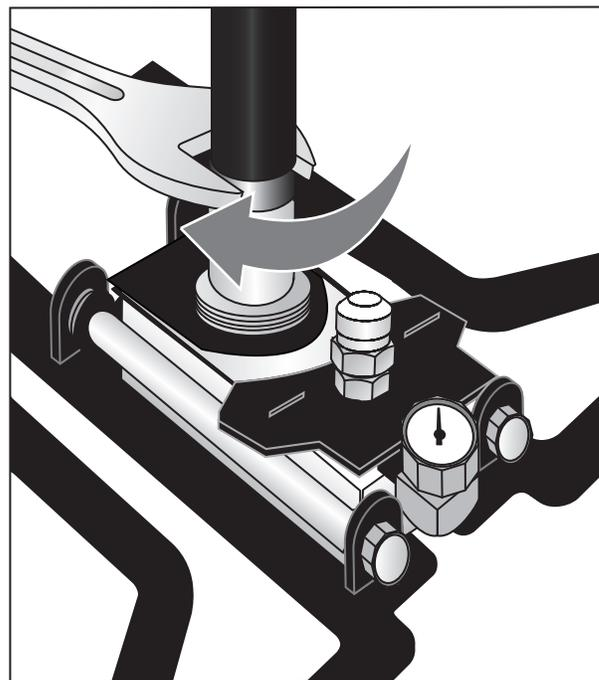

図 2. 外側エンド・キャップを緩める
5. 30 mm レンチを使用して真鍮製の本体の外部エンドキャップを緩め、ポンプ・シャフトを抜き取ります。図 2 を参照してください。
6. 24 mm レンチで下側ナット (18) を押さえながら、その上にあるボールリテナー・ナット (23) を 17 mm レンチで緩めます。
7. ピストン・ロッドを引き上げてポンプから取り外します。ポンプ上部にある 2 つのボール・ベアリング (17) をなくさないように気をつけてください。
8. ポンプの大径ナットの下に大径の黒いシール (19) があります。シールが磨耗している場合は交換します。ポンプを再び組み立てるとき、少量のシリコン・グリースをこのシールに塗布します。
10. 小径ピストン・ロッドの底部に小径の黒いシール (21) があります。シールが磨耗している場合は交換します。ボール/シール・リテナー・ナット上部にあるシールは交換不要です。
11. ピストンの底に小さい緑色のシール (22) があります。このシールを慎重に外し、交換するシールには少量のシリコン・グリースを塗布します。